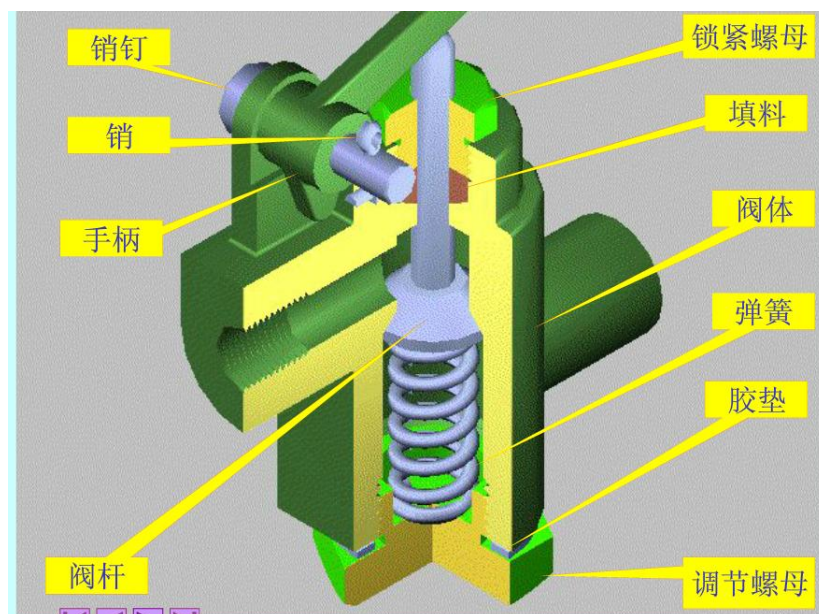

图 5.3 手压阀轴测装配图
5.1、图 5.2、图 5.3 所示。看懂所有零件图，并将标准件按给定标记查出相关尺寸。